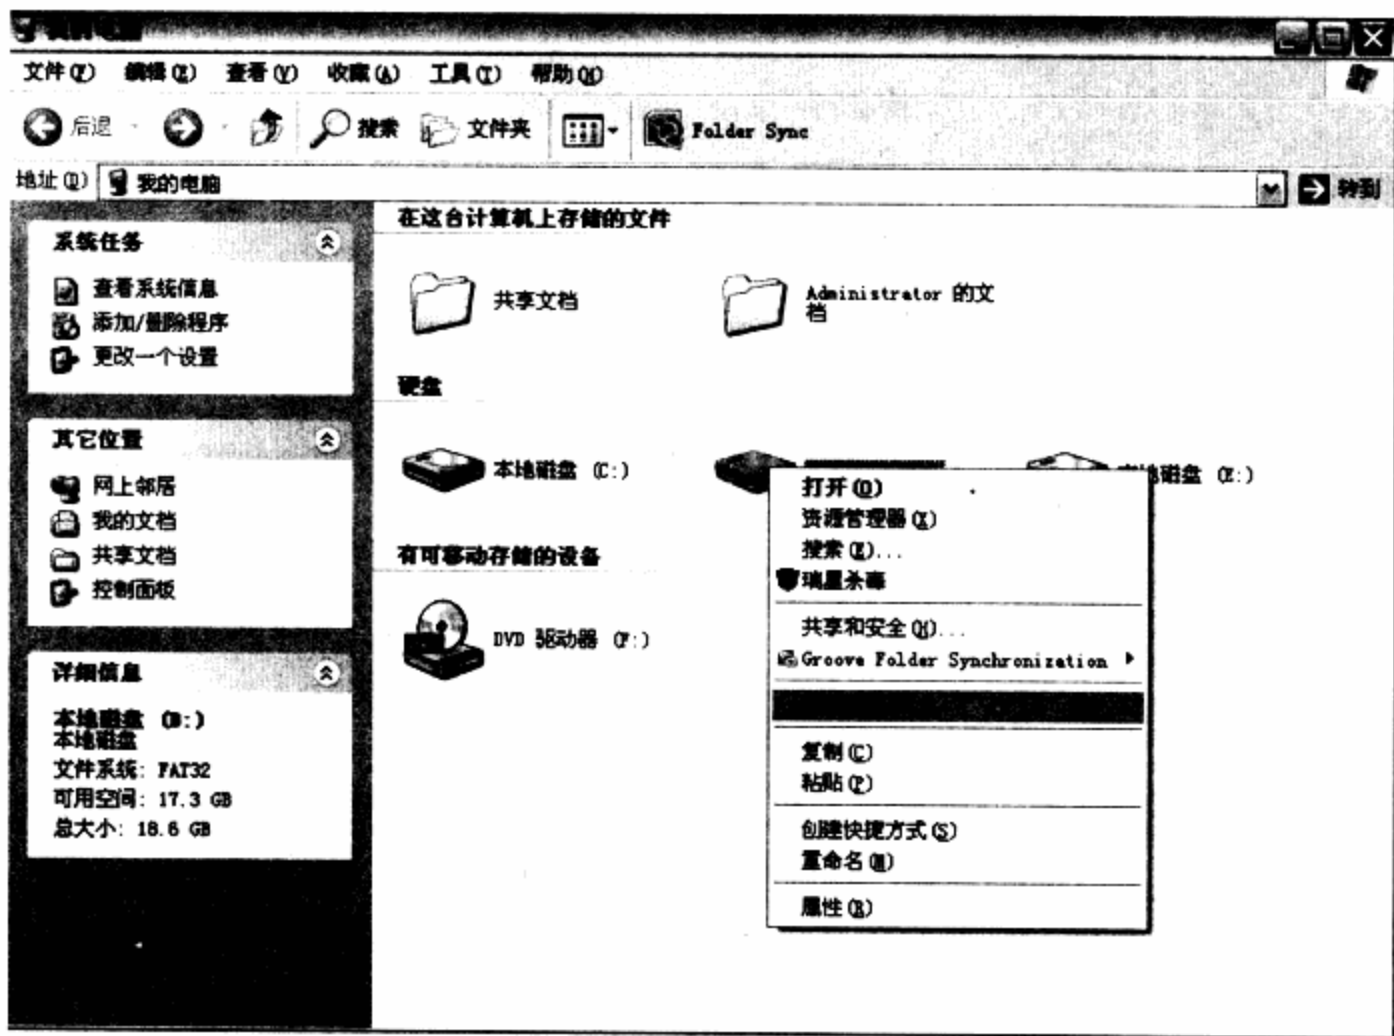

图4-77 “我的电脑”窗口
**步骤 01** 打开“我的电脑”窗口，右击需要格式化的分区，如D盘，在弹出的快捷菜单中选择“格式化”命令。如图4-77所示。